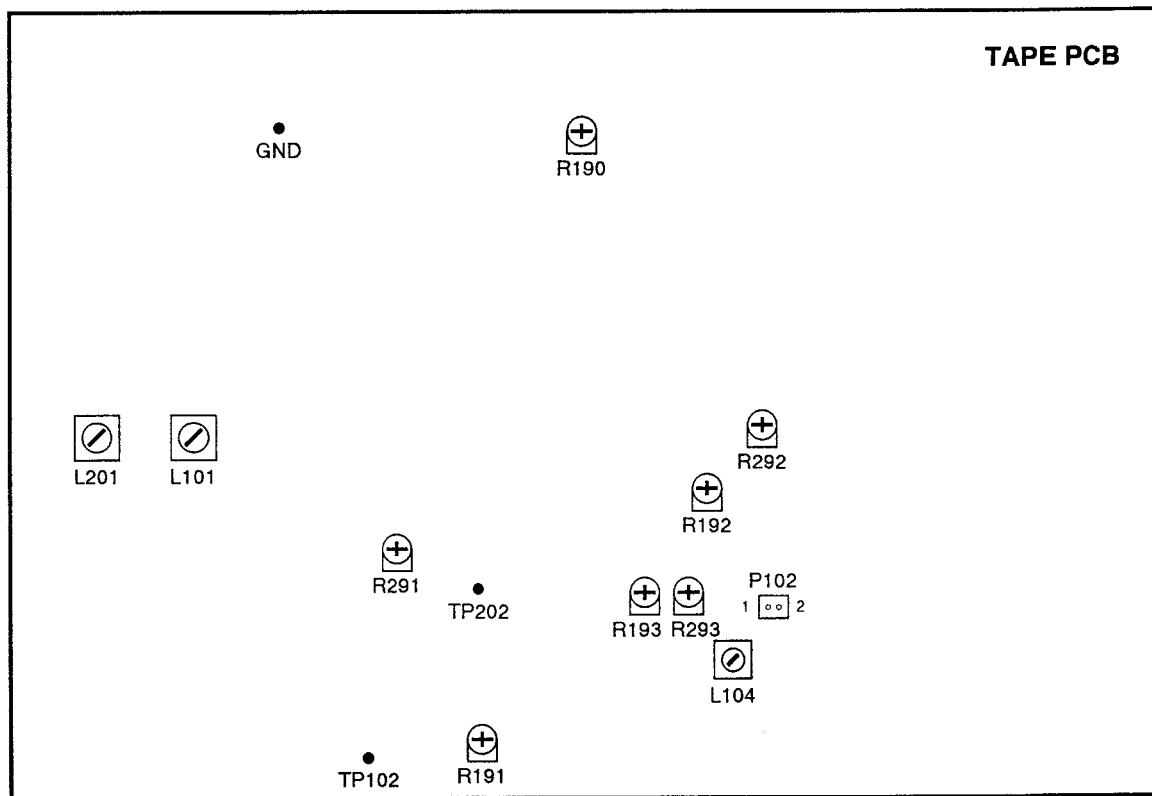

Fig. 4-2
3. Adjust R190 (Fig. 4-2) on the TAPE PCB to get the adjustment value of 2,980 to 3,020Hz.
3. 周波数値が3,000 ± 20HzとなるようにTAPE PCBのR190 (Fig. 4-2)を調整する。